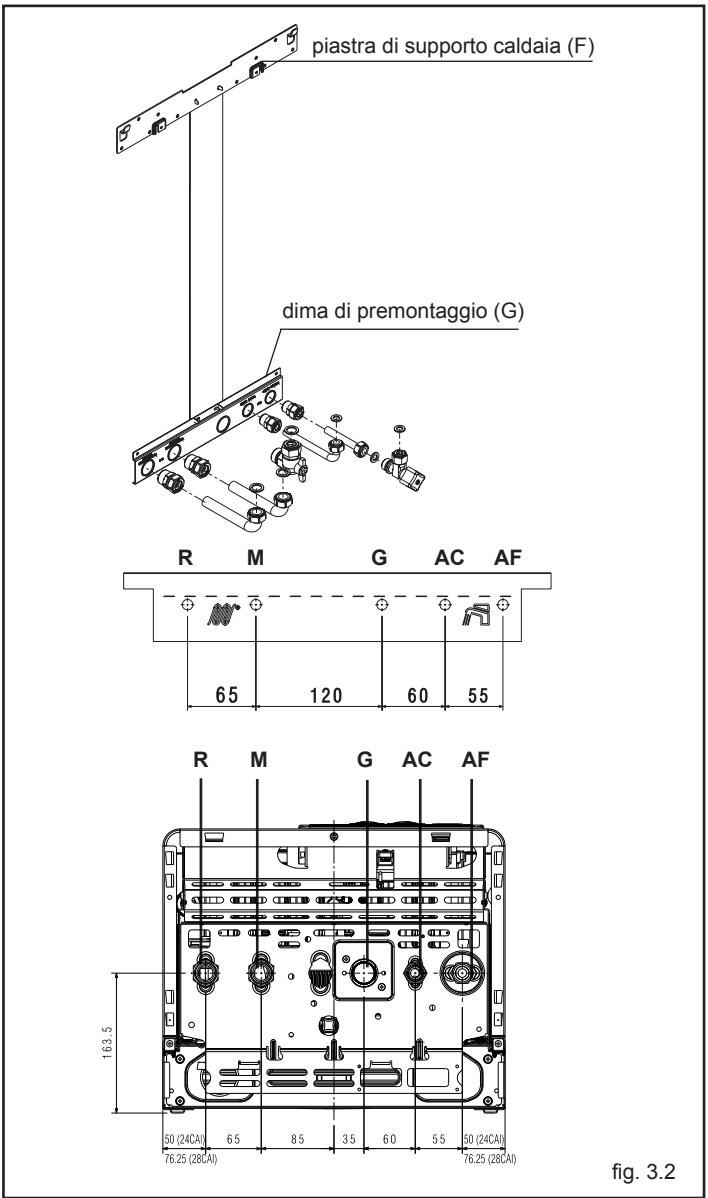

fig. 3.2
Per poter permettere l'accesso interno della caldaia al fine di eseguire le normali operazioni di manutenzione, è necessario rispettare gli spazi minimi previsti per l'installazione (fig. 3.2).
La caldaia è fornita di serie con piastra di supporto caldaia con dima di premontaggio integrata (fig. 3.2).
- fissare la piastra di supporto caldaia (F) con dima di premontaggio (G) alla parete e con l'aiuto di una livella a bolla d'aria controllare che siano perfettamente orizzontali - fig. 3.2
- tracciare i 4 fori (Ø 6 mm) previsti per il fissaggio della piastra di supporto caldaia (F) e i 2 fori (Ø 4 mm) per il fissaggio della dima di premontaggio (G) - fig. 3.2